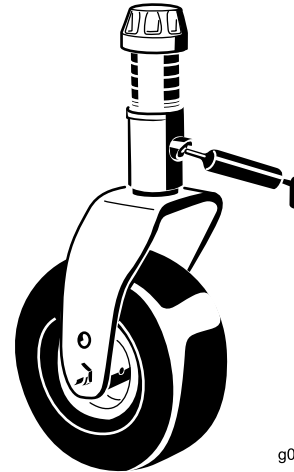

Figure 41
- 1 bague d'axe de chape de roue pivotante (Figure 41)